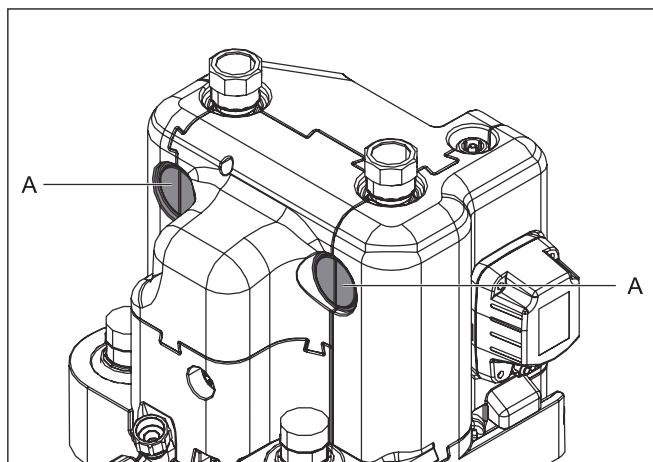

Fig. 4-23 Recorte del aislamiento térmico
- 16 Recortar los pasos laterales del aislamiento térmico (Fig. 4-23, pos. A) con la herramienta adecuada.